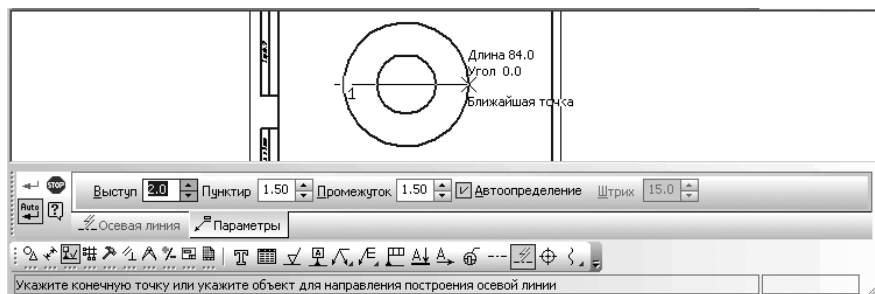

Рис. 8.153. Чертеж, **Панель свойств: Автоосевая** с открытой вкладкой **Автоосевая** и **Компактная панель** в режиме построения автоосевой
- переместите указатель мыши в поле чертежа (фрагмента) и путем перемещением установите нужное вам местоположение осевых линий. Это состояние чертежа показано на рис. 8.153.